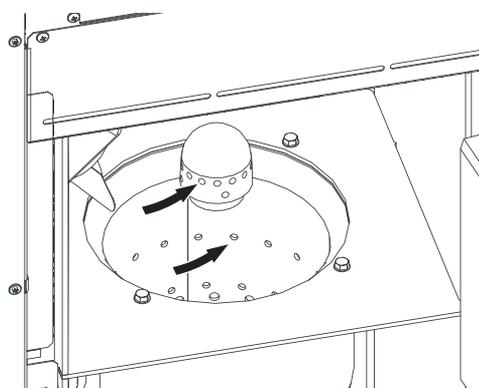

Fig. 57 Nettoyer la broche d'air primaire avec précaution, nettoyer les volets d'air secondaire dans le creuset du brûleur
- ▶ Retirer la broche d'air primaire et, le cas échéant, nettoyer prudemment les orifices (Les trous doivent être dégagés.) à l'aide d'un petit tournevis ou d'un foret – Fig. 57.
- ▶ Tous les volets d'air secondaire du creuset du brûleur doivent être dégagés – Fig. 57.